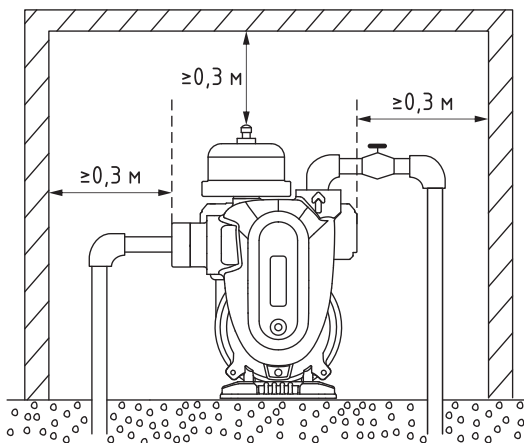

Рис. 6 Установка насоса в помещении
- При установке насосной станции в помещении соблюдайте размеры, как показано на **Рис. 6**.